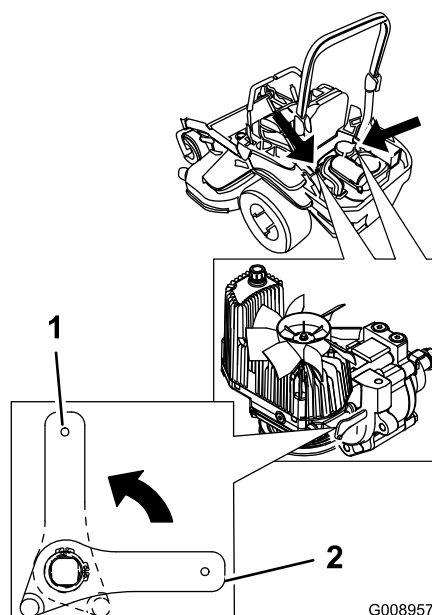

Figura 38
2. Ruotate verticalmente le leve delle valvole di rilascio per spingere la macchina (Figura 38).
4. Ruotate orizzontalmente le leve delle valvole di rilascio per guidare la macchina (Figura 38).